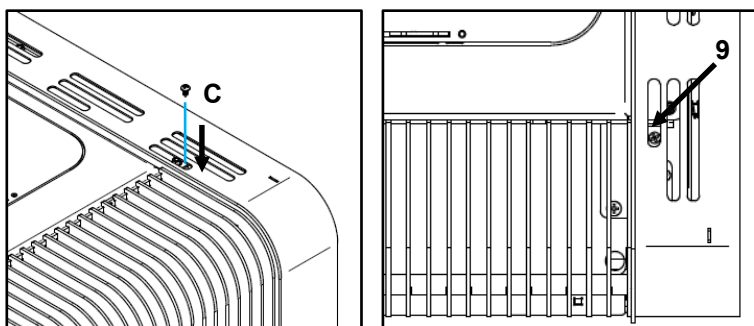

Figura 43 – Fixação das envoltentes Aspen
i) Por fim, fixar um parafuso **C** (DIN 7981 4,2x9,5) no furo **9**, como indica a Figura 43.